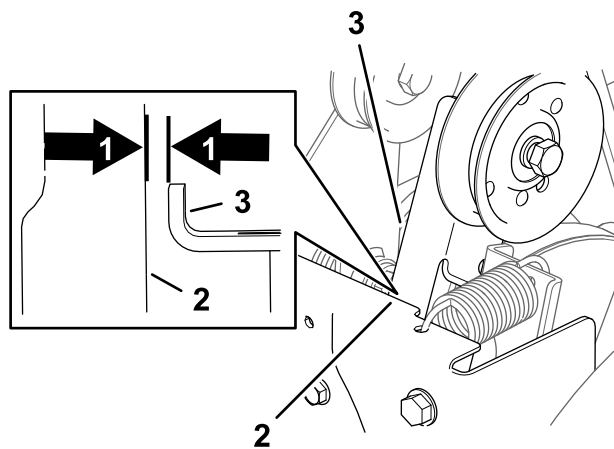

Bild 39
2. Kuppeln Sie den Kehrbürstenantrieb aus und stellen Sie sicher, dass der Abstand zwischen dem Kehrbürstenkupplungsarm und dem Rahmen der Maschine 1,5 mm beträgt, wie in Bild 39 dargestellt.